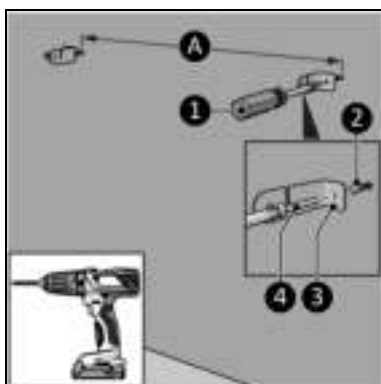

Figure 10
4. Percez deux trous à au moins 610 mm au-dessus du sol pour les supports. La distance entre les trous est d'environ (Figure 10, pos. A)* :
5. Insérez les chevilles (Figure 10, pos. 2).
6. Vissez et serrez un support gauche et un support droit (Figure 10, pos. 3) au mur avec une grande vis (Figure 10, pos. 4) en utilisant un tournevis Phillips (Figure 10, pos. 1).